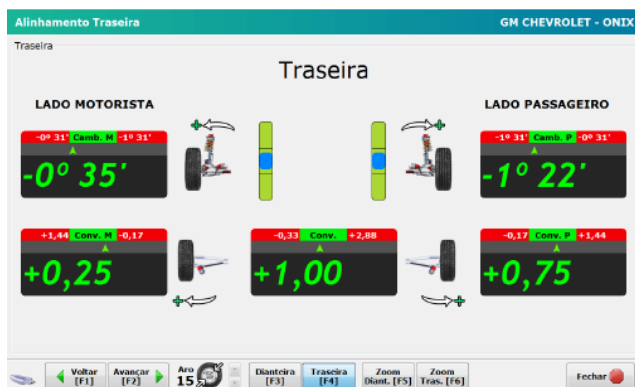

Figura 8 - Leitura final traseira ok
- [F4] Tela de ajuste Alinhamento Traseiro. **Figura 8.**